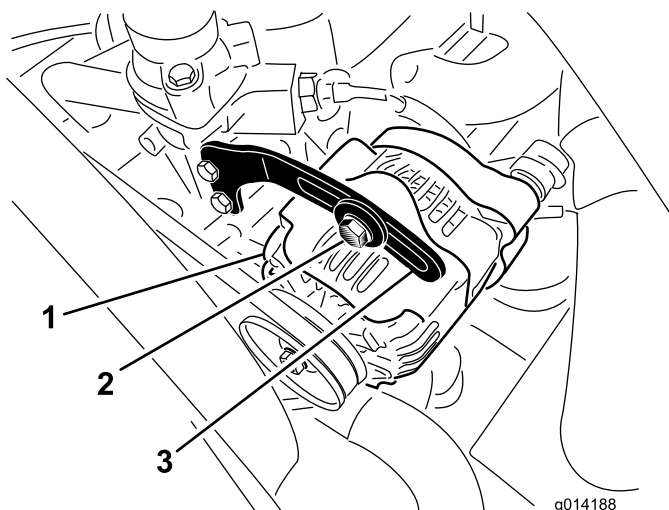

Figura 57
2. Verifique a tensão da correia do alternador, premindo-a (Figura 57) até metade entre as polias do alternador e do cárter com uma força de 10 kg.
3. Desaperte o parafuso que prende o suporte ao alternador (Figura 57) e o parafuso da articulação do alternador.